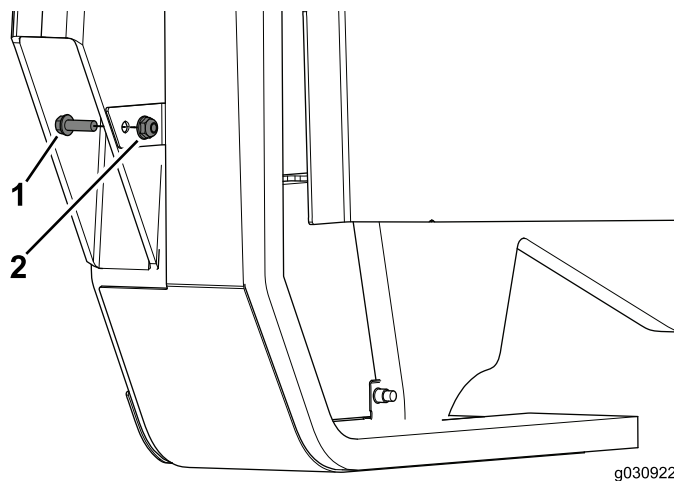

图28
4. 用螺栓 (1/4 x 3/4 英寸) 和凸缘螺母完成面板组件的安装 (图28)。